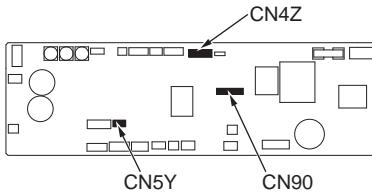
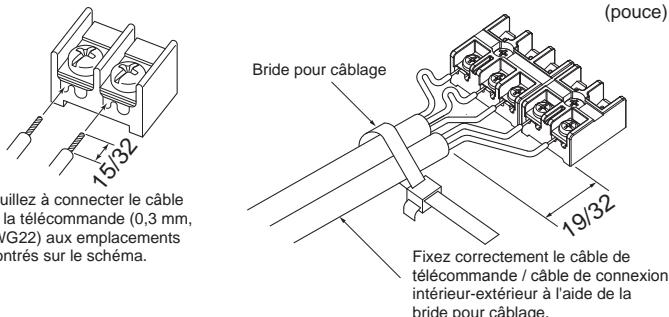

Fig. 4-2
Fig. 4-3
4.1. Appareil intérieur (Fig. 4-1, Fig. 4-2, Fig. 4-3)